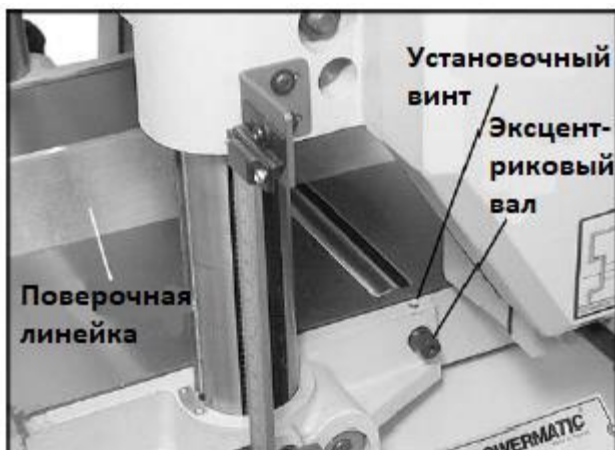

Рис. 16
3. С одной стороны стола с помощью 3 мм шестигранного ключа ослабьте установочные винты (см. Рис. 16) и вращайте эксцентровые валы, чтобы поднять или опустить ролики.